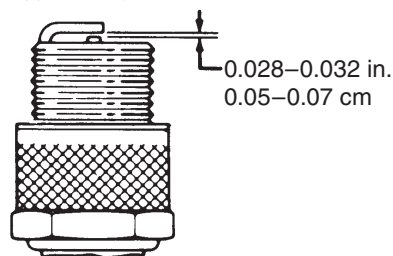

図32
3. エア・ギャップの推奨値は 0.5～0.7 mm です (図32)。